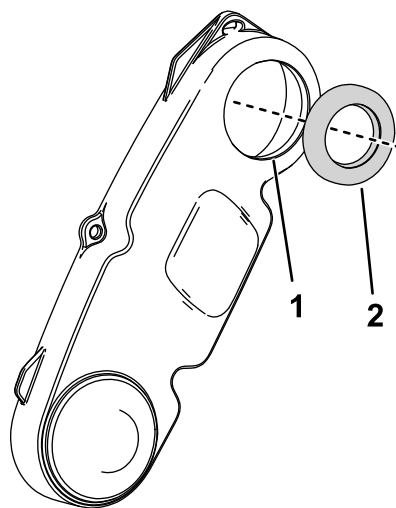

Figura 9
6. Lubrifique o rebordo da cobertura da transmissão do cilindro e pressione o vedante para a cobertura (Figura 9).